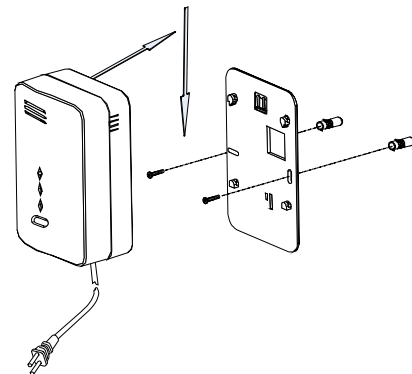

Bild 2
3. Nutzen Sie einen (5 mm) Bohrer, bohren 2 Löcher und versehen diese mit Dübeln (Bild 2).
5. Setzen Sie den Melder auf den Adapter und rasten diesen durch herunterziehen ein (siehe Pfeilrichtungen, Bild 2). Prüfen Sie den sicheren Halt.